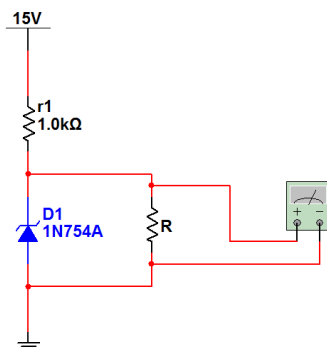

Figura 1.6 – Circuito com diodo zener para regular a tensão na carga R.
- Monte o circuito da Figura 1.6 utilizando um Zener 1N754 ($V_z=6.8V$ e $I_{zm_máx}=55mA$) ou equivalente e meça a tensão no resistor R considerando os seguintes casos: (i) $R=10k\Omega$, (ii) $1k\Omega$ e (iii) $R=100\Omega$. Indique também quais os valores de corrente para cada um destes valores de resistores e compare com os valores teóricos que deverão ser calculados pelo estudante e mostrados no relatório. Cuidado ao ligar o diodo Zener pois ele é relativamente sensível e fácil de queimar quando manipulado/ligado erroneamente.
Para evitar um curto que desativará o zener da Figura 1.6, ligue em série a R um resistor de 100Ω . Isto irá assegurar que ao zerar o trimpot será mantido pelo menos um resistência de 100Ω ligado em paralelo ao diodo.